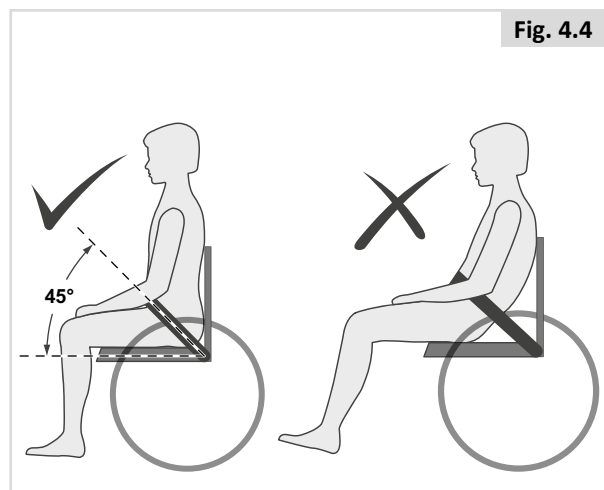

Fig. 4.4
- Generelt bør hofteselen være monteret sådan, at remmene sidder i en vinkel på ca. 45° i forhold til sædet (Fig. 4.4), og når selen er justeret korrekt, bør det ikke være muligt for brugeren at glide ned i sædet.